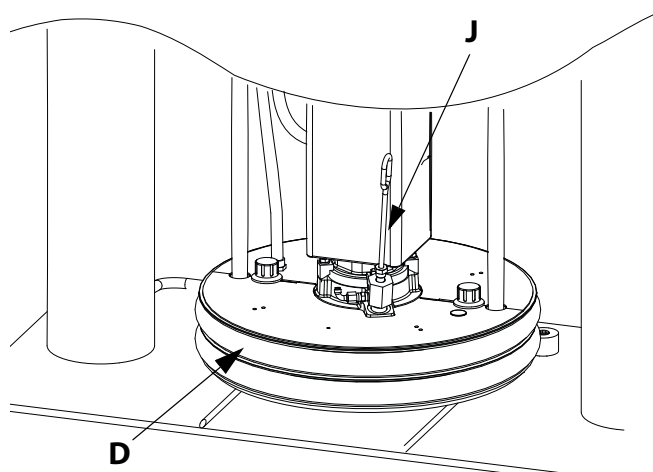

Рис. 17. Нагревательная опорная емкость
- Нанесите консистентную смазку, совместимую с прокачиваемой жидкостью, на уплотнения опорной емкости (D).
- Поместите полную бочку жидкости на основание плунжера, сдвиньте ее назад до упора и разместите по центру под опорной емкостью (D). Доступен вспомогательный комплект колес бочки для облегчения ее погрузки на основание. Закажите комплект 255627.
- Удалите сливную пробку из сливного отверстия опорной емкости (J). См. Рис. 17.